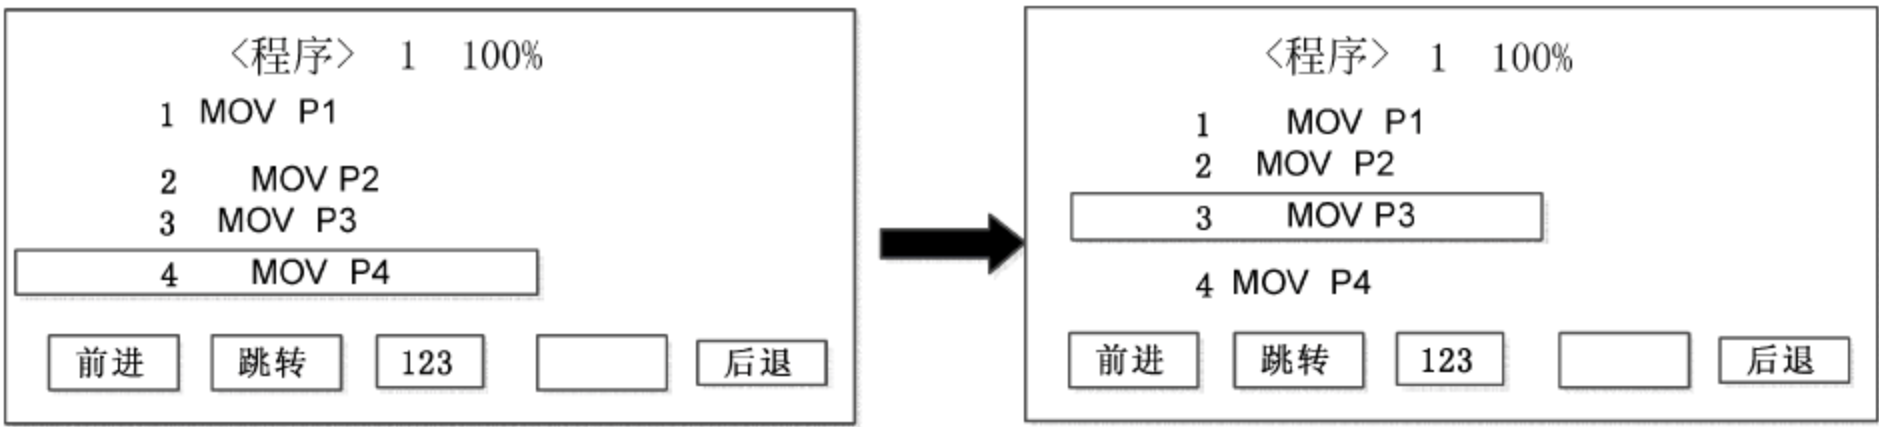

图 4-23 进入“程序”编辑界面
- (1) 进入“程序”编辑界面,如图 4-23 所示。
- (2) 按下对应“后退”功能的 F4 键,直到程序执行到第 3 行“3 MOV P3”。
- (3) 每按下对应“后退”功能的 F4 键,程序后退一行。